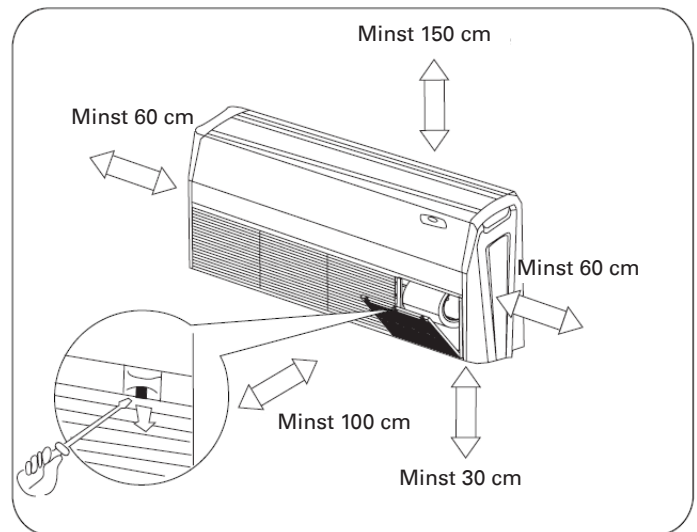

Fig. 2
9. Utrymmet runt enheten är tillräckligt för ventilation (se Fig.2).